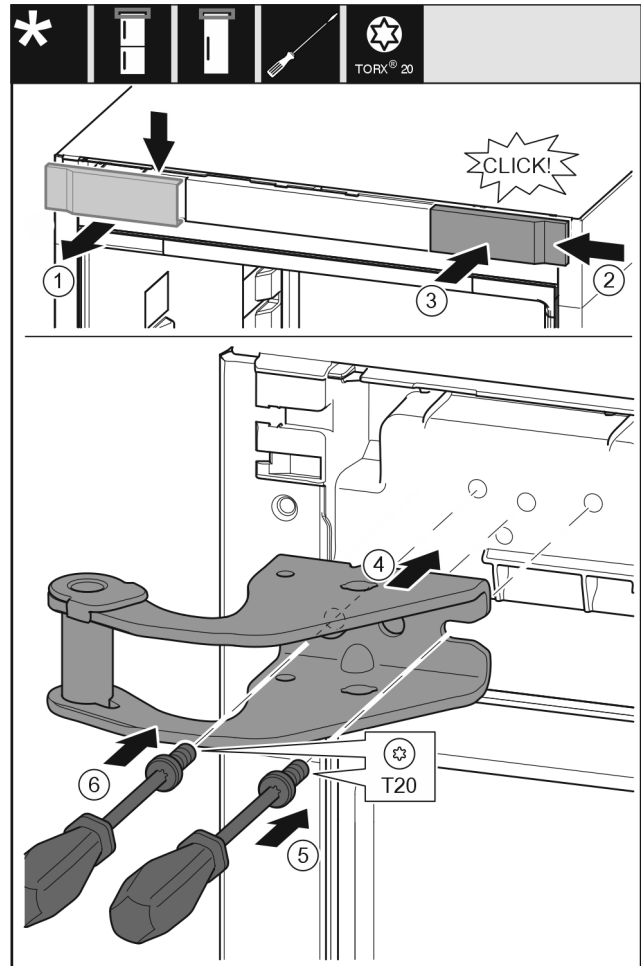

Fig. 14
- ▶ Снимите крышку Fig. 14 (1) сверху вперед.
- ▶ Навесьте крышку Fig. 14 (2), повернув ее на 180°, справа с другой стороны.
- ▶ Зафиксируйте крышку Fig. 14 (3).
- ▶ Установите верхний опорный кронштейн Fig. 14 (4).
- ▶ Установите и затяните винт Fig. 14 (5) отверткой.
- ▶ Установите и затяните винт Fig. 14 (6) отверткой.